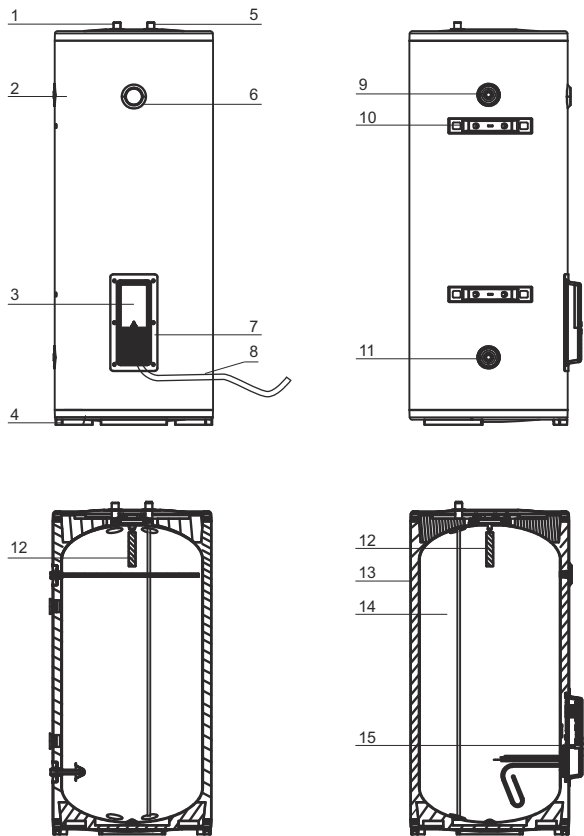

Рис. 2
3. Для удобства подключения к водопроводной сети конструкция водонагревателя предусмотрено 2 входных и 2 выходных патрубка. Входной патрубок «I» и выходной патрубок «I» находятся в верхней части водонагревателя. Входной патрубок «II» и выходной патрубок «II» находятся с боку с левой стороны водонагревателя (см. рис. 2). Варианты возможного подключения водонагревателя к водопроводной сети представлены на рисунке 4.
4. В зависимости от партии поставки при подключении водонагревателя к водопроводной магистрали с помощью только верхних патрубков возможно дополнительное крепление водонагревателя к стене с помощью кронштейнов (см. рис. 2).